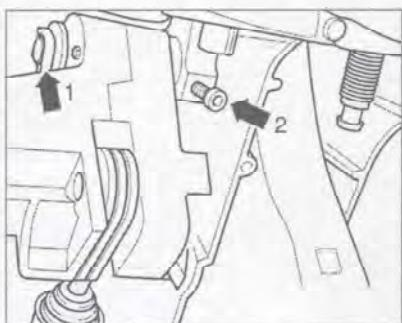

Рис. 7.8. Отверткой снимите стопор (стрелка 1). Отверните болт (стрелка 2).
3. Отверткой снимите стопор (стрелка 1) (рис. 7.8).